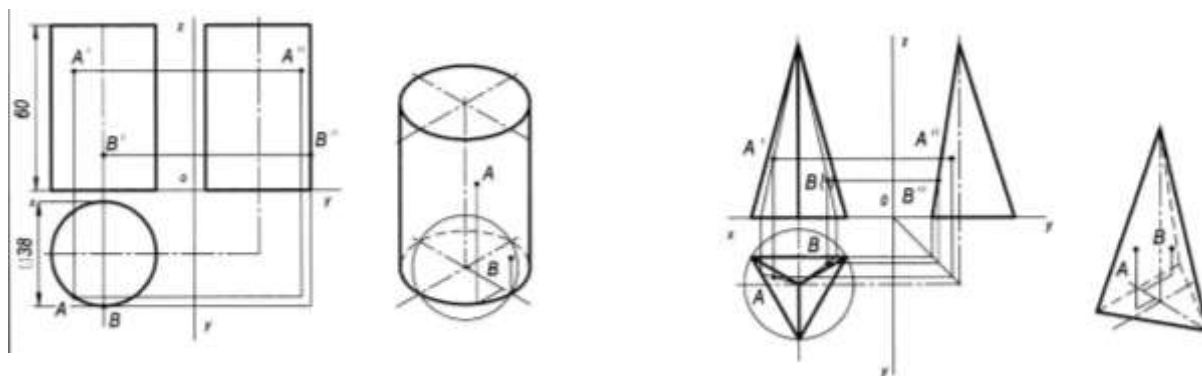

Рисунок 21 - Пример оформления графической работы
- 4.Построение аксонометрических проекций тел лучше начинать с проекций их оснований, учитывая расстояние между центрами оснований, рис.21.